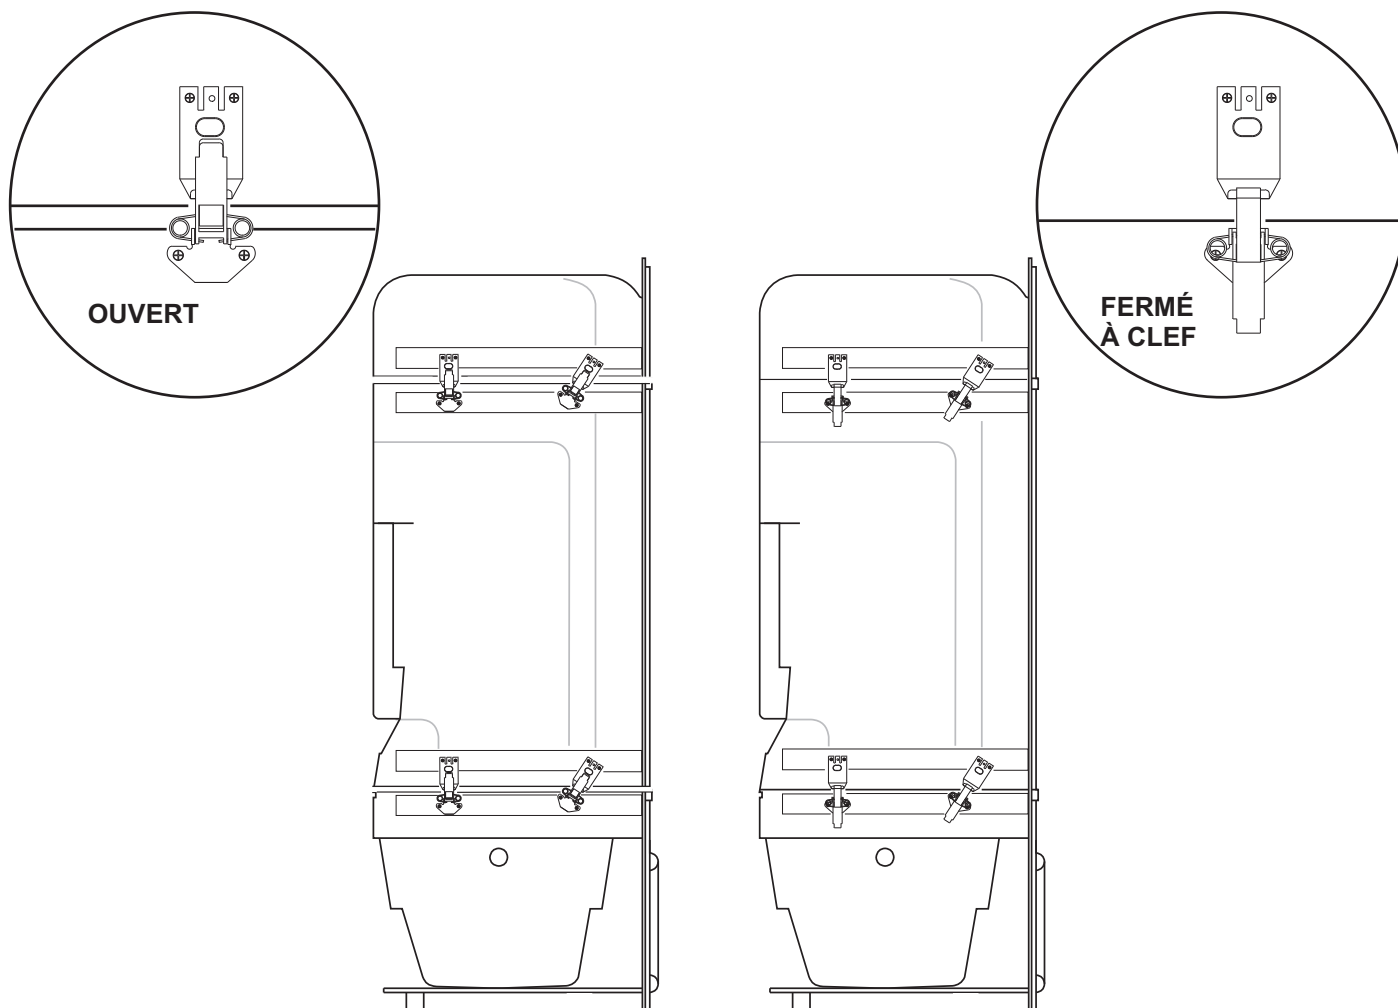

FIGURE 4 - FERMER AU LOQUET DANS
- Voir la Figure 4 pour ouvrir le loquet et prend chaque partie comme nécessaire.